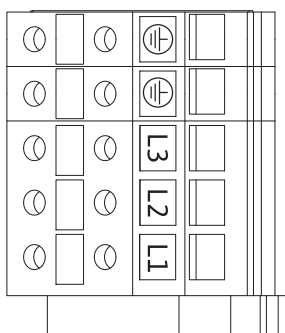

Fig. 25: Kapacitetsplintar
- Effektplintar (nätanslutningsplintar) (Fig. 25)